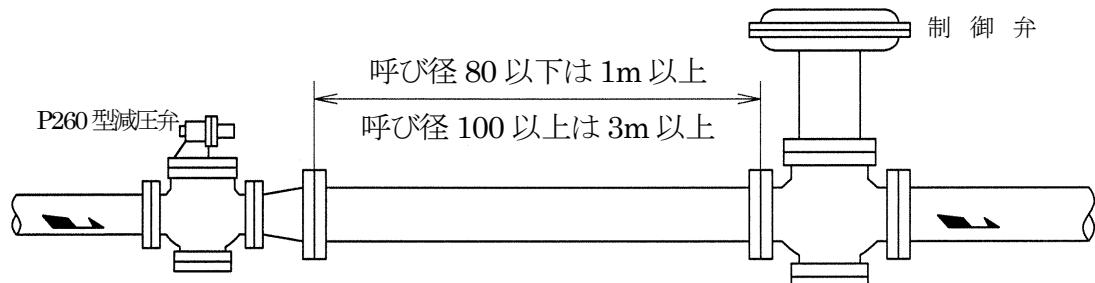

図 5 制御弁がある場合（二次側）
3.6 減圧弁の二次側に制御弁を取付ける場合、減圧弁と制御弁の距離をできるだけ長く(呼び径 80 以下は 1m 以上、呼び径 100 以上は 3m 以上)とってください(図 5)。一次側に制御弁を取付ける場合も同様です。この場合、減圧弁は 3.6 項の P260-DHC 型減圧弁をご使用ください。